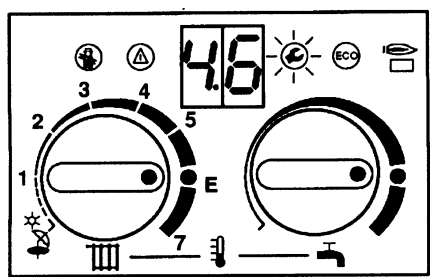

Рис. 53
- После отпущения сервисклавиша высвечивает 5 секунд, напр. "4.6", после этого "00." или "01." и клавиша светится (рис. 53).